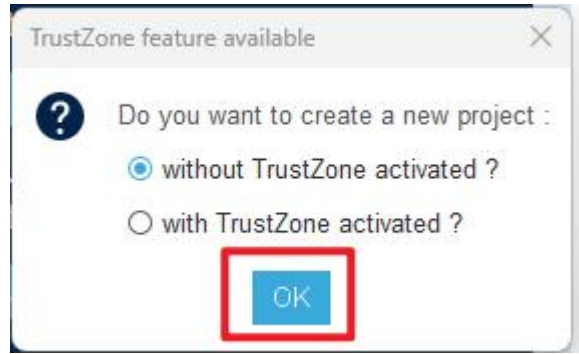

图 5.3
3. 创建之后，会弹出一个选项框，一般选择第一个，如图 5.3 所示。